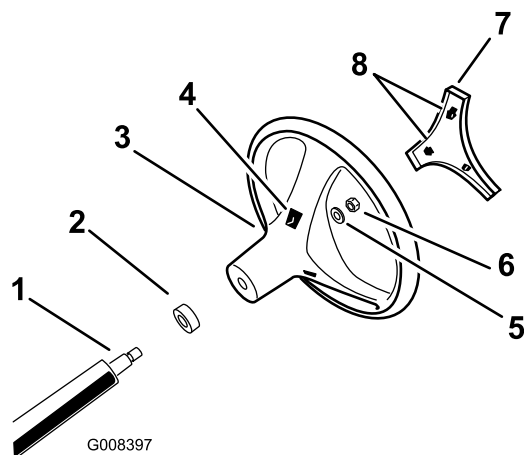

Figure 3
1. En passant par les ouvertures à l'arrière du volant, dégagez les languettes de verrouillage du couvre-moyeu et déposez le couvre-moyeu du volant (Figure 3).
2. Retirez le contre-écrou et la rondelle de l'arbre de direction (Figure 3).
- Alignez le volant sur les cannelures de l'arbre de direction (Figure 3).
- Montez la rondelle et le contre-écrou sur l'arbre de direction (Figure 3).
- Alignez les languettes de verrouillage du couvre-moyeu sur les ouvertures dans le volant et enfoncez le couvre-moyeu jusqu'à ce que les languettes s'enclenchent en place (Figure 3).